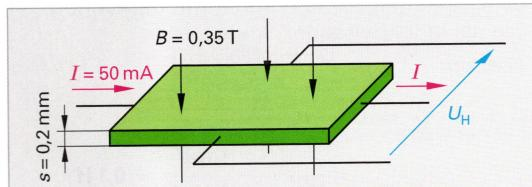

Bild 1: Halleffekt beim N-Leiter
Beim Halleffekt¹ ruft die auf die Ladung ausgeübte Kraft eine Hallspannung hervor (**Bild 1**).
- Das Hallplättchen aus einem N-Leiter **Bild 1** hat die Hallkonstante $R_H = 0,12 \cdot 10^{-3} \text{ m}^3/(\text{As})$. Berechnen Sie die Hallspannung.